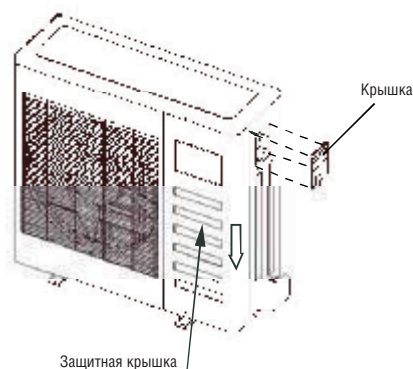

Рис. 9-1
- Отверните болты крышки. (Если на наружном блоке нет крышки, отверните болты панели техобслуживания и потяните в направлении, указанном стрелкой, чтобы снять защитную крышку). (Смотрите рис. 9-1, 9-2 и 9-3).